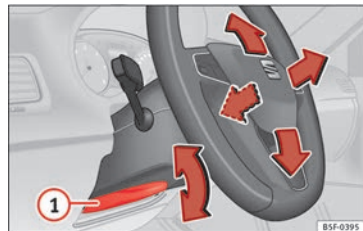

Abb. 19 Hebel auf der linken unteren Seite der Lenksäule.
• Lenkradposition einstellen: Ziehen Sie den Hebel **» Abb. 19 ①** nach unten, bringen Sie das Lenkrad in die gewünschte Position und schieben Sie den Hebel wieder nach oben, bis er seine Verriegelungsposition erreicht.